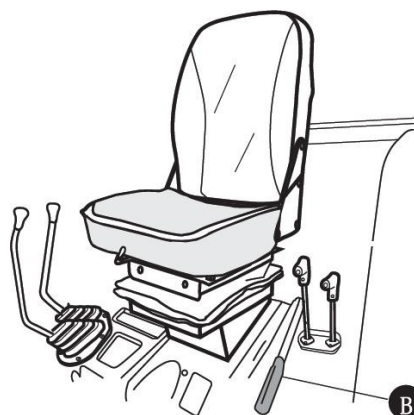

Fig.4-41 Operação da embreagem da TDP
Antes de usar a TDP para acionar o implemento agrícola, engate a alavanca ① e em seguida, empurre a alavanca para baixo ② (fig.4-41) para acoplar a embreagem da TDP.